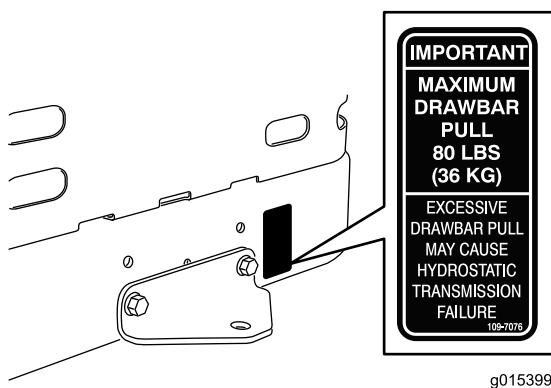
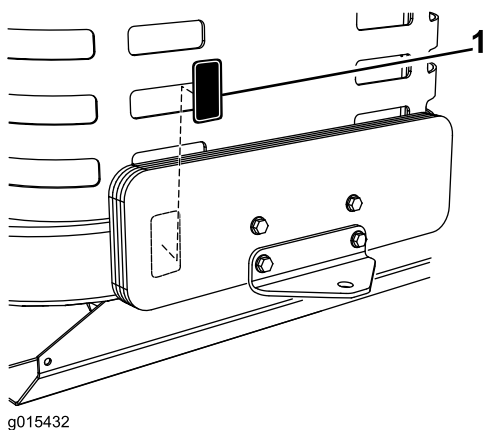

Figura 4
Figura 5
2. Rimuovete gli adesivi dal supporto e applicateli (Figura 4 o Figura 5).